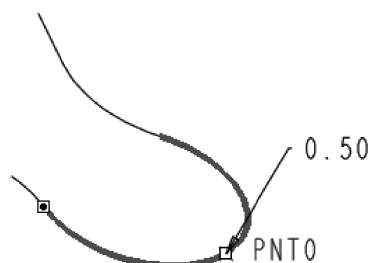

图 6-58 创建基准点
(4) 单击【基准】工具栏中的【点】按钮，弹出【基准点】对话框，在图形区选择如图 6-58 所示的圆弧，修改其位置值为“0.5”，在图形区单击鼠标中键完成基准点“PNT0”的创建。